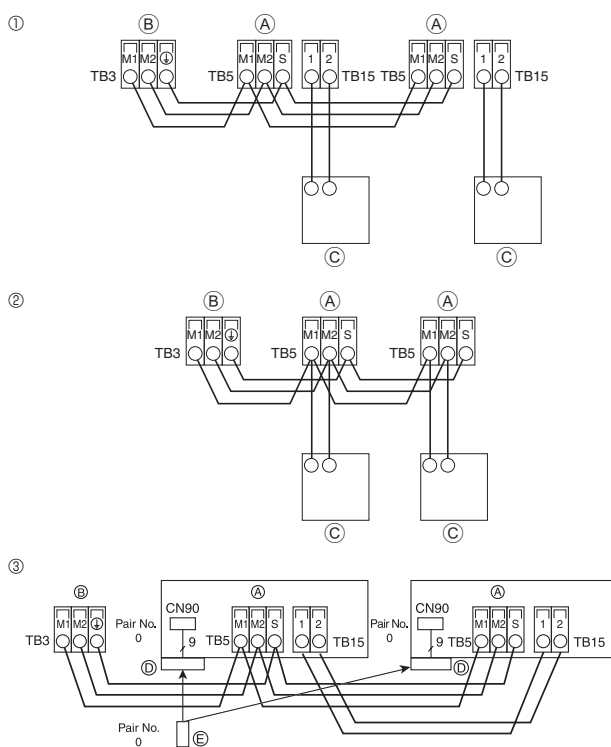

Fig. 6-3
6.4. Collegamento del comando a distanza e dei cavi di trasmissione delle sezioni interne ed esterne (Fig. 6-3)
① Comando a distanza MA
② Comando a distanza in rete
③ Telecomando senza fili (se si installa il ricevitore del segnale wireless)